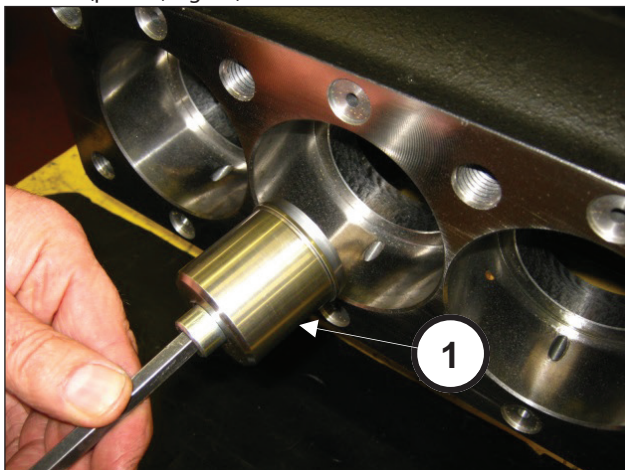
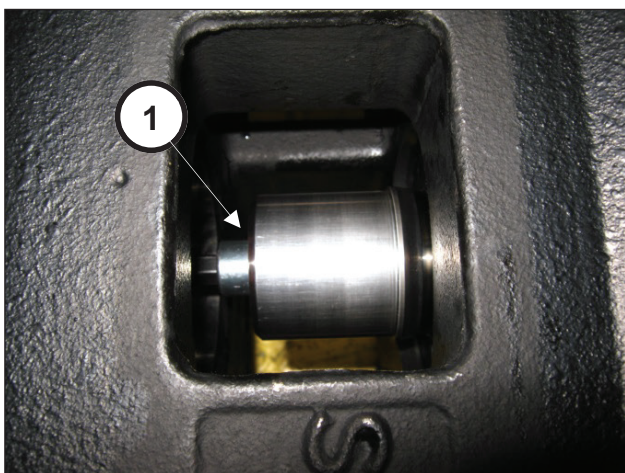

Fig. 34
Fig. 35
Insira a ferramenta (pos. ①, Fig. 34) e aperte-o na haste até o batente (pos. ①, Fig. 35).